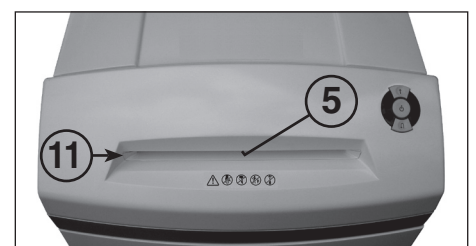

Fig. 3
- Dispositivo fotoeléctrico (avanço) (Fig. 3)**